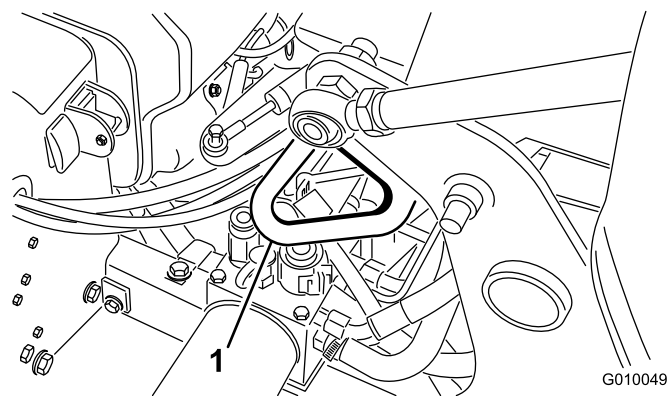
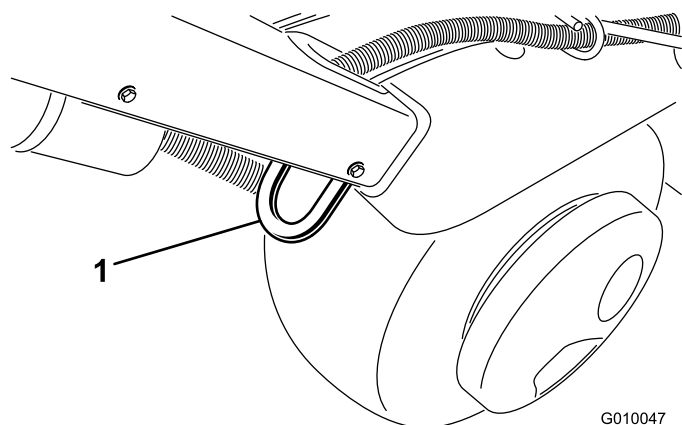

図 34
図 32
- 機体についているロープ掛けポイント（図 32～図 34）を使い、チェーンやロープなどでしっかりと固定する。